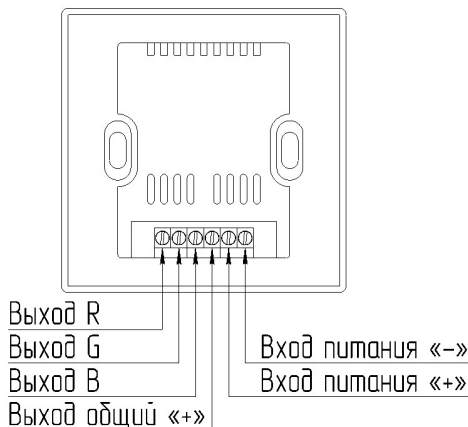

Рисунок 3 – Схема подключения клемм контроллера.
- 5.1.2. Подключите к выходным разъемам контроллера нагрузку RGB 12-24В. При подключении соблюдайте полярность. Цвет провода нагрузки должен соответствовать цвету провода контроллера. Черный провод – общий «+». См. рисунок 3.